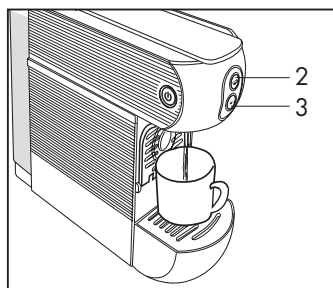

Fig. 6
- Cuando el botón dispensador (2-3), se ilumina permanentemente la máquina está lista para el uso. Pulse el botón dispensador (2), la máquina dispensa agua **(Fig. 6)**; pulse nuevamente el botón dispensador (2), cuando se ha alcanzado la cantidad de agua deseada. La operación de enjuague termina cuando se han dispensado al menos tres tazas de agua.